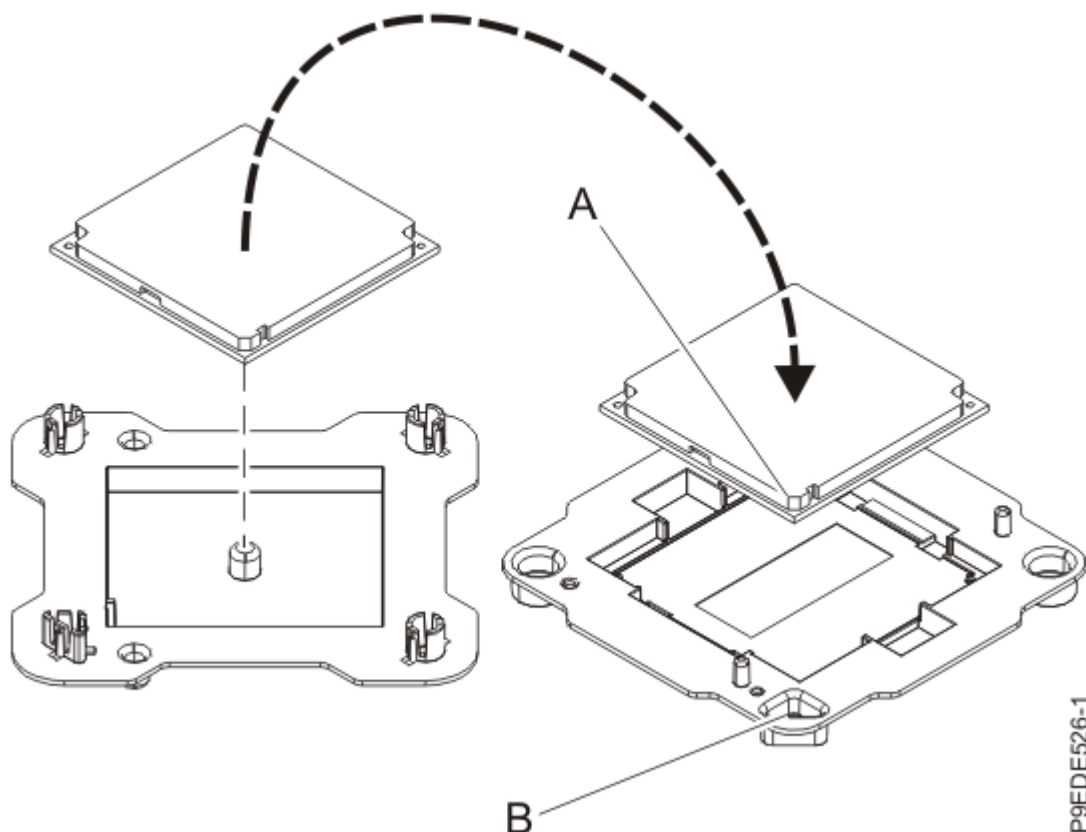

図 22. パッケージへのシステム・プロセッサ・モジュールの設置
6. 再取り付けしたシステム・プロセッサ・モジュールの端を軽くつかみ、持ち上げてパッケージ・カバーから外します。モジュールの斜めになった隅 (A) をパッケージ隅の三角 (B) と位置合わせして、パッケージ内に配置します (25 ページの図 22 を参照)。パッケージ・カバーを閉じます。